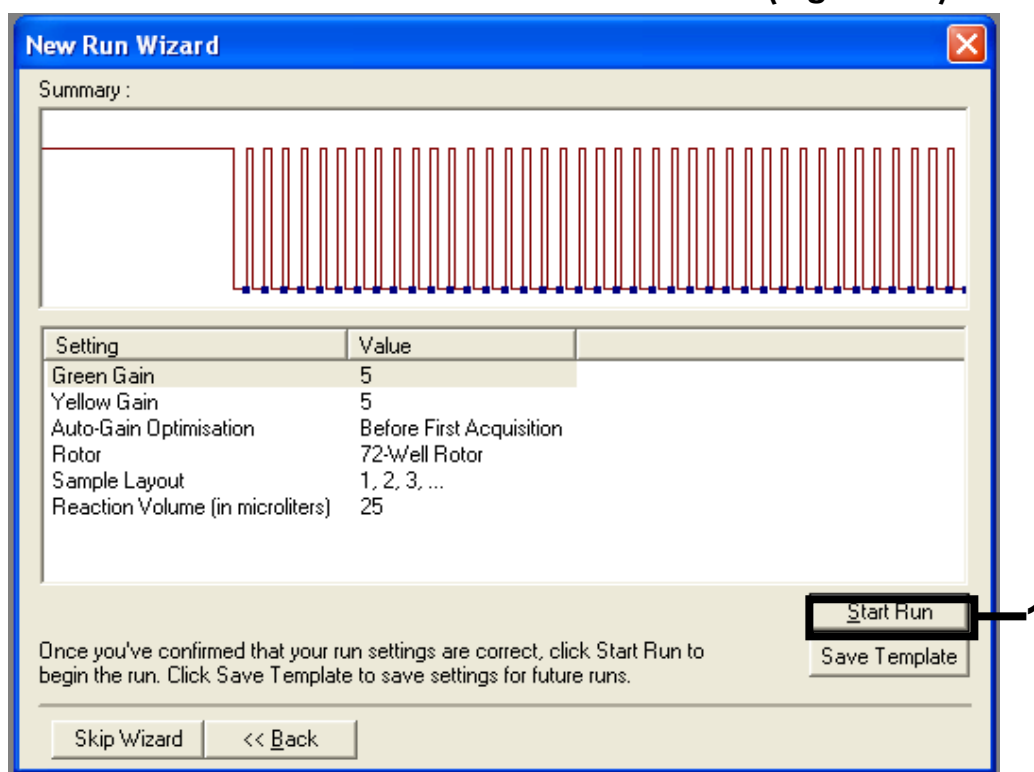

Figura 13. Avvio della seduta.
Avvio della seduta	Figura 13
- 17. Controllare il riepilogo e fare clic su “Start Run” (Avvia seduta) per salvare il file della seduta e avviare la seduta (Figura 13).**